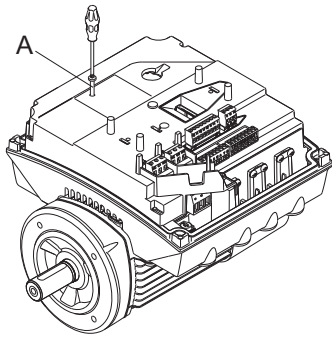

Рис. 59 Снятие стопорного винта
4. Снимите стопорный винт (рис. 59, поз. А).
- 6. Установите и затяните стопорный винт (рис. 59, поз. А) с моментом 1,3 Нм.